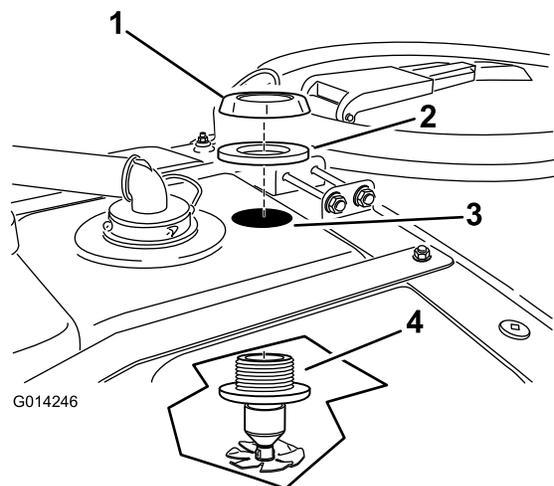

Figura 15
2. Montate il gruppo ugello dall'interno infilandolo attraverso il foro praticato (Figura 15).
3. Montate la guarnizione e il dado flangiato in plastica sui filetti che sporgono dal diaframma sopra il serbatoio (Figura 15). Accertatevi che la guarnizione sia posizionata correttamente tra il dado in plastica e la superficie del serbatoio.